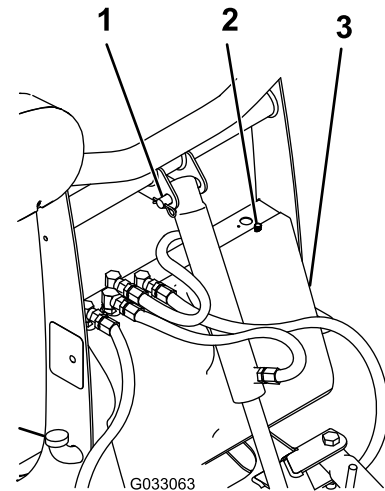

Bild 39
2. Entfernen Sie den Splint und Lastösenbolzen oben am Hubzylinder und lehnen ihn nach vorne (**Bild 39**).
3. Entfernen Sie die zwei Daumenschrauben, mit denen die Abdeckung der Kupplungssäule an der Kupplungssäule befestigt ist (**Bild 39**).